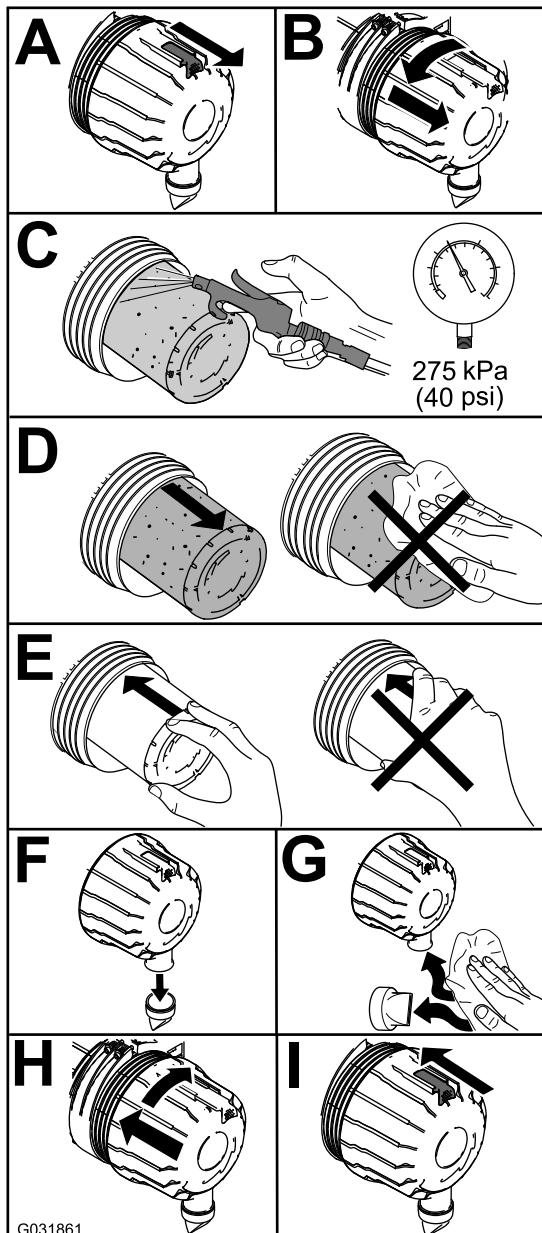

Figura 54
- Cambie el limpiador de aire (Figura 54).